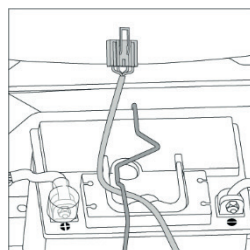
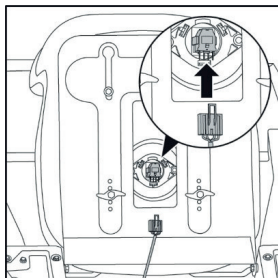

FIG.2B
FIG.2C
4. SEGRE O CHICOTE DE FIAÇÃO DO INTERRUPTOR DO ASSENTO E PASSE-O POR BAIXO DA HASTE DE FIXAÇÃO DA BATERIA. CONECTE O CHICOTE DE FIAÇÃO D O INTERRUPTOR DO ASSENTO AO INTERRUPTOR DO ASSENTO. (FIG.2B E FIG.2C)